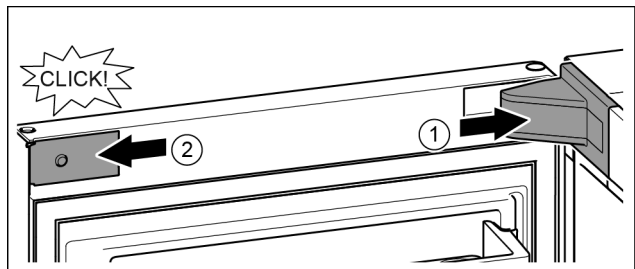

Fig. 22
- Lagerbockabdeckung aufsetzen und einrasten, ggf. vorsichtig auseinanderdrücken. Fig. 22 (1)
- Blende seitlich ansetzen und einrasten. Fig. 22 (2)